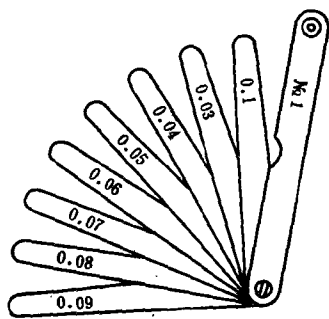

图 1-1.16 塞尺
(4) 塞尺 塞尺是由一些不同厚度的薄钢片组成的测量工具（图1-1.16），每片上都标有厚度数字，在设备的安装和检修中，常用于测量结合面的间隙。